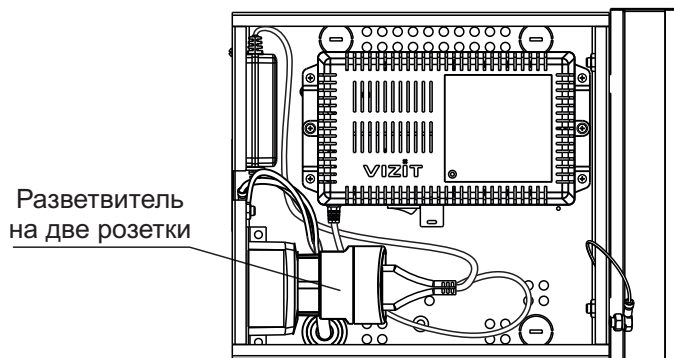

Рисунок 6 - Расположение блока управления VIZIT и блока питания 19w/14.4v/EU FARADAY в боксе
- Подключите сетевые вилки блока управления и блока питания к тройнику (см. рис. 6, 7).